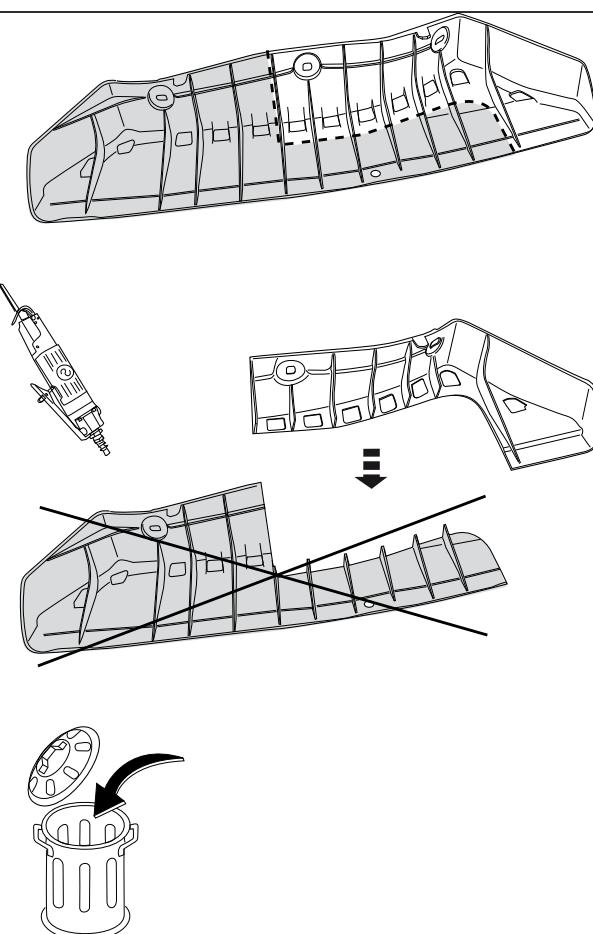

Fig.3
- 13. Gemäß Abb. 3 einen Teil aus der Abdækplatte herausssagen.
13. Scier une partie de la plaque de protection conformément à la figure 3.